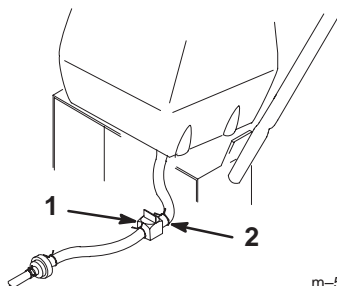

Bild 37
2. Schliessen Sie den Kraftstoffhahn unter dem Kraftstofftank (Bild 37).
3. Drücken Sie die Enden der Schlauchschelle zusammen und schieben sie an der Kraftstoffleitung weg vom Kraftstoffhahn (Bild 37).
4. Ziehen Sie die Kraftstoffleitung vom Kraftstoffhahn (Bild 37). Öffnen Sie den Kraftstoffhahn und lassen das Benzin in einen Benzinkanister oder ein Auffanggefäß ablaufen.
6. Öffnen Sie den Kraftstoffhahn unter dem Kraftstofftank (Bild 37).
7. Prüfen Sie auf Kraftstofflecks und reparieren solche bei Bedarf (Bild 37).